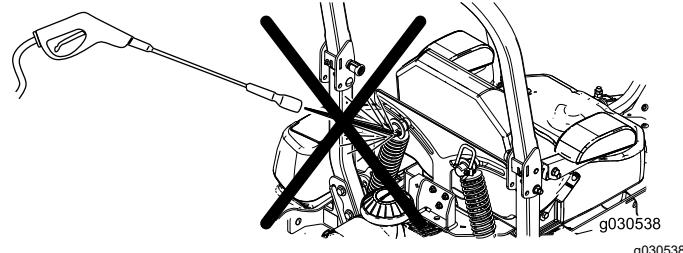

Figure 101
**Remarque:** Ne nettoyez pas les amortisseurs au jet d'eau sous pression (Figure 101).